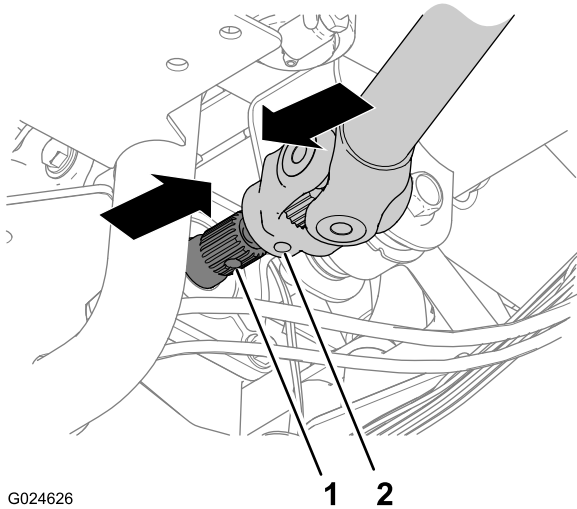

Figura 29
5. Alinee las acanaladuras de la horquilla fija del árbol de transmisión con las acanaladuras del eje de entrada del diferencial delantero (Figura 29).
6. Gire el eje de entrada del diferencial delantero hasta que el taladro del eje de entrada esté alineado con el taladro de la horquilla fija (Figura 29).
7. Deslice la horquilla sobre el eje de entrada y mueva la horquilla hacia adelante hasta que el taladro de la horquilla esté alineado con el taladro del eje (Figura 29).